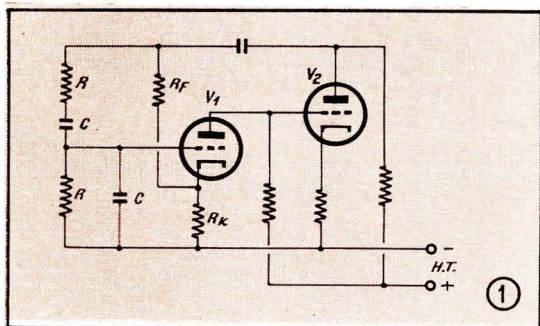

Fig. 1. — Dans les montages à tubes, on utilise souvent un pont de Wien, délivrant une tension maximale pour la fréquence de travail.
Ci-dessous : Emplacement des différents éléments sur le sélecteur de canaux. Les différentes indications correspondent à celles du schéma de la figure 1. Le coaxial (1) assure la liaison avec la platine F.I., tandis que le coaxial (2) va vers l'antenne.
Pour en revenir au générateur à pont de Wien, considérons d'abord celui des lampistes dont le schéma de principe est représenté dans la figure 1. Il comporte un amplificateur à deux étages doté d'une réaction prélevée sur la plaque de V_2 et appliquée, par l'intermédiaire d'un réseau RC, à la grille de V_1 . On peut montrer que le réseau RC se comporte comme un circuit oscillant, délivrant un *maximum de tension* à une fréquence bien définie sur la grille de V_1 . Lorsqu'on diminue progressivement la contre-réaction appliquée par R_F , c'est donc sur cette fréquence que le montage commencera à osciller. Si l'amplitude est de 10 V sur la plaque de V_2 , elle s'établit à 3 V environ sur la grille de V_1 . Or, pour être modulé à fond, un transistor ne demande que quelques dizaines de millivolts sur sa base. Pour qu'il puisse l'utiliser dans le montage de la figure 1, le lampiste transistorisant est obligé de lui appliquer une contre-réaction telle qu'il perd tout le bénéfice de la forte pente. De plus, pour éviter l'amortissement dû à la faible résistance d'entrée du transistor, il est obligé de prendre des R tellement faibles, et des C tellement gros qu'il mange une bonne partie de la puissance disponible. Son erreur, c'était essentiellement d'avoir cherché à
Cette stabilité sera, d'ailleurs, excellente, puisque le jeu de l'ampoule et de R_F permettent un passage de la contre-réaction à la réaction, contrairement à ce qui se passe dans le schéma à tubes de la figure 1, où un élément non linéaire à la place de R_F ne saurait que doser la contre-réaction en plus et en moins.